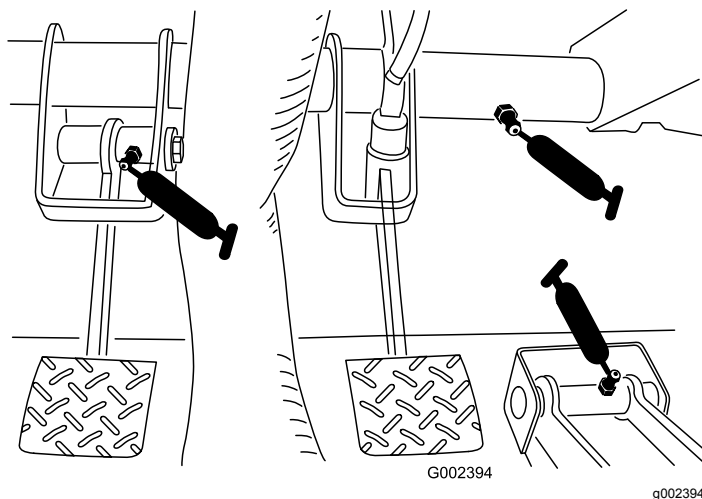

图31
- 刹车1个请参阅图31
- 离合器1个请参阅图31
- 加速器1个请参阅图31